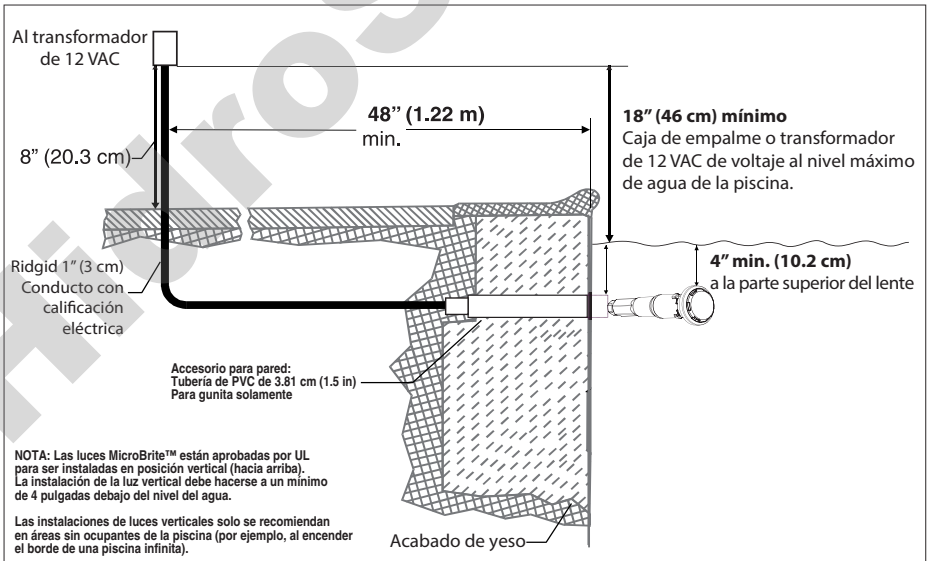
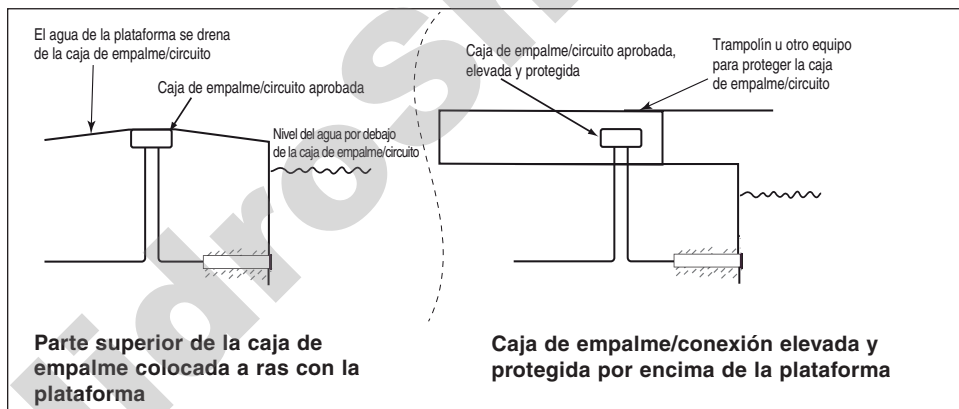

Figura 1.
Figura 2, Canadá.
**ANTES DE COMENZAR: la información siguiente describe las tareas que debe realizar el electricista antes de instalar la conexión de pared de la luz. Vea la figura 1.**
- La caja de empalme y el transformador de bajo voltaje deben estar ubicados al menos 4 (cuatro) pulgadas (10.16 cm) por encima del nivel del suelo u ocho (8) pulgadas (20.3 cm) por encima del nivel máximo de agua de la fuente, el que sea más alto. La caja de empalme debe estar a una distancia de al menos 48 pulgadas (1.22 m) del borde de la piscina. Vea la figura 2.
- La caja de empalme/conexión debe estar sellada para evitar la entrada del agua, consulte la Figura 2 debajo.
Consulte la Figura 1 en la página 4, para la instalación de la caja de empalme en los Estados Unidos, vea la Figura 2 en la página 5 para la instalación de la caja de empalme en Canadá.
- La caja de empalme y el transformador de bajo voltaje deben estar ubicados al menos 4 (cuatro) pulgadas (10.16 cm) por encima del nivel del suelo u ocho (8) pulgadas (20.3 cm) por encima del nivel máximo de agua de la fuente, el que sea más alto. La caja de empalme debe estar a una distancia de al menos 48 pulgadas (123 cm) del borde de la piscina. Vea la figura 1 en la página 4.
- La conexión de pared de la luz MicroBrite debe instalarse adecuadamente para que el borde superior del lente de la luz MicroBrite esté al menos a 4 pulgadas (10.16 cm) por debajo (no más de 48 pulgadas (123 cm) por debajo en Canadá) de la superficie del agua en la piscina o spa. Vea la figura 2 en la página 5.